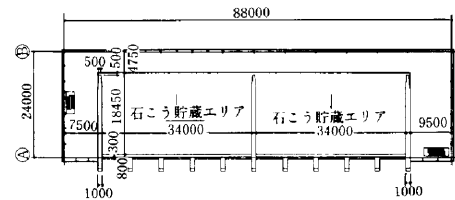
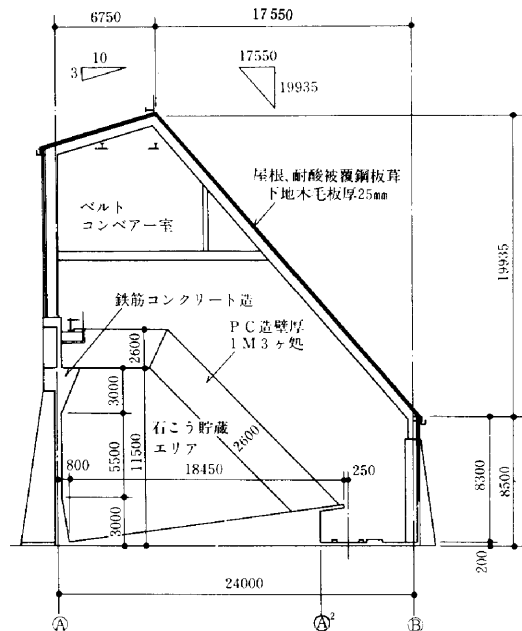
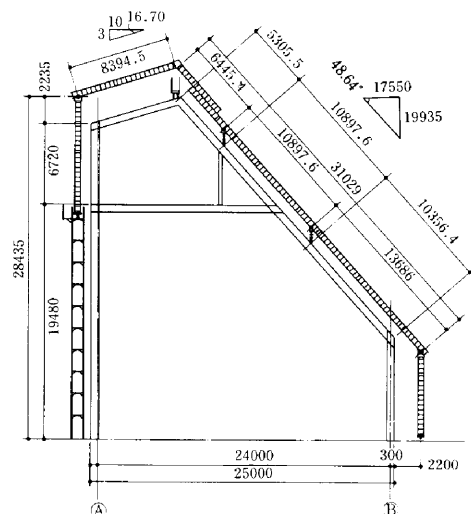

Fig.1 石こう倉庫平面図
Fig.2 石こう倉庫断面図
Fig.3 外部移動足場組立図
Fig. 1, Fig. 2 に示すように、石こう貯蔵エリアの躯体工事と、屋根銅板葺工事が、並行作業となる。よって、①通り、②通り外部に枠組足場をそれぞれの躯体天端まで仮設し、③通り枠組最上部及び④通り枠組外面に、レールを架設した。また、建屋の屋根面2ヶ所にも、レールを架設し、4点支持による移動足場とした。詳細図は Fig. 3 に示す。